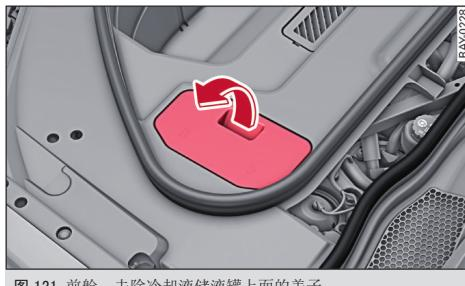

图 121 前舱: 去除冷却液储液罐上面的盖子
- ▶ 取下盖子 ⇒ 图 121。
- ▶ 在检查冷却液液位后再次安装盖子 ⇒ 图 121。
- ▶ 在添加后再次装入盖子 ⇒ 图 121。